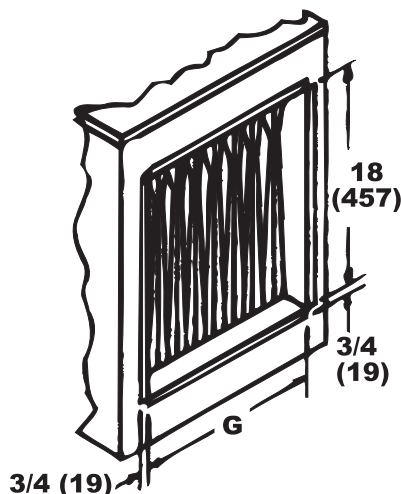

Figure 18. Dimensions des raccords de conduit (se référer au Tableau 12)
- **Dimensions de raccordement** : les dimensions de raccordement (pouces (mm)) sont illustrées à la Figure 18 et répertoriées au Tableau 12.
*Voir Figure 18.